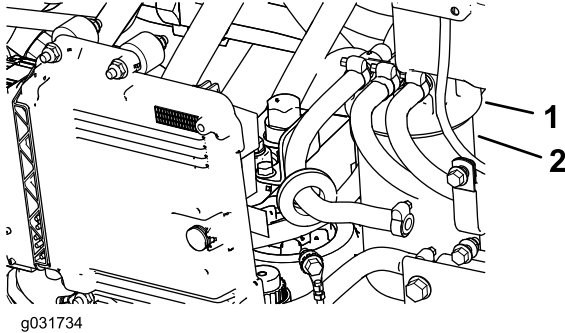

Figura 99
1. Limpe a zona em torno da cabeça do filtro de combustível (Figura 99).
2. Retire o filtro e limpe a superfície de montagem da cabeça do filtro (Figura 99).